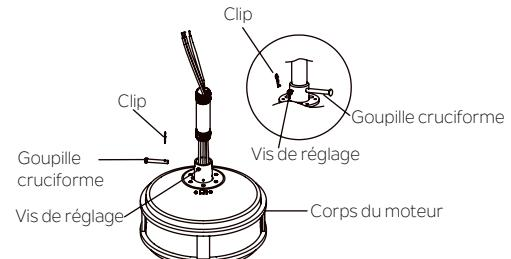

Fig. 8
**Étape 4.** Desserrer les deux vis de réglage et retirer le clip et la goupille cruciforme de l'accouplement supérieur du corps du moteur et faire passer délicatement les fils du ventilateur à travers la tige de descente. Visser la tige de descente sur l'accouplement du moteur jusqu'à ce que les trous des goupilles transversales soient alignés. Replacez ensuite la goupille cruciforme et le clip, puis serrez les deux vis de réglage. (Fig.8)